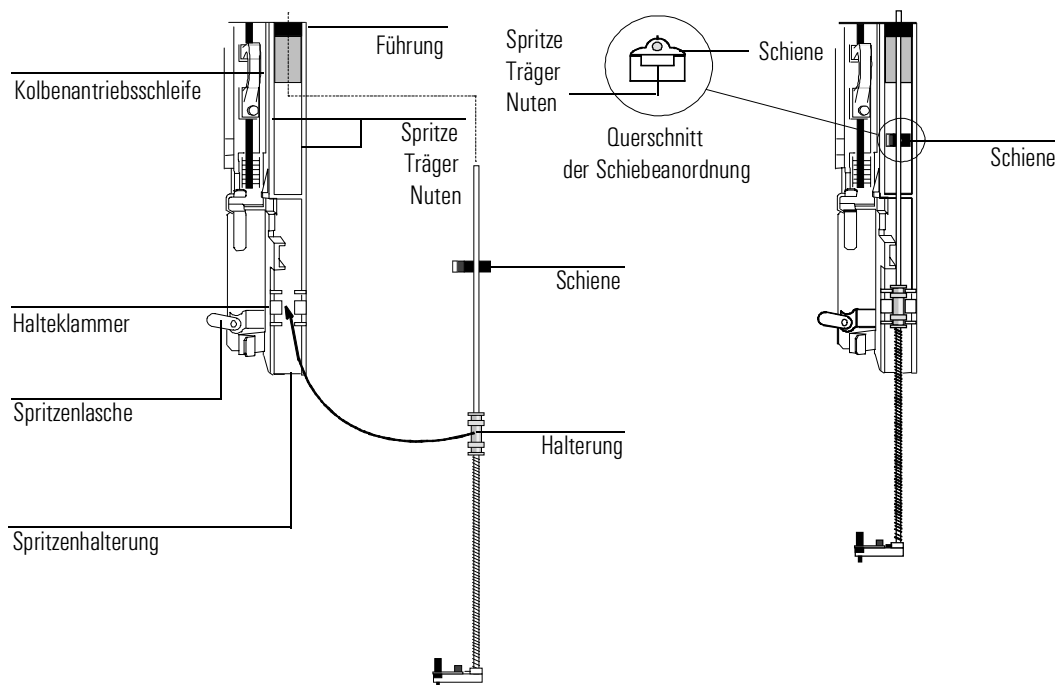

Abbildung 14 Installation der Nadelführungseinheit (hier 250 /320 µm)
7. Drehen Sie die Nadelführungseinheit, bis sich die flache Oberfläche gemäß Abbildung 14 in den Nuten verschieben lässt.